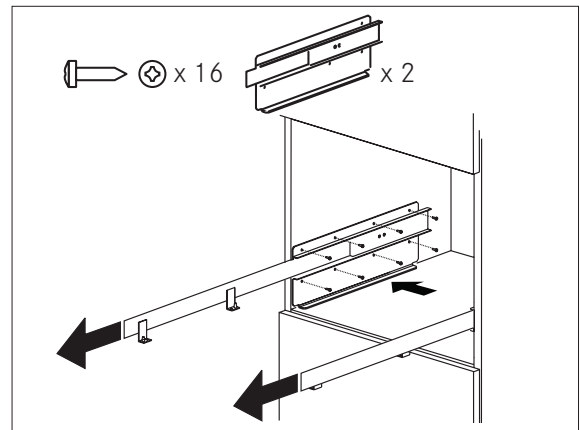

Fig. 4
- Positionnez les rails sur les côtés de l'armoire comme indiqué sur la Figure 4. Fixez avec les vis fournies, puis sortez-les totalement. Si la machine à café est installée sur un tiroir de réchaud, utilisez la surface supérieure de celui-ci comme repère pour positionner les rails. Dans ce cas, il n'y aura aucune surface sur laquelle les rails pourront se positionner.